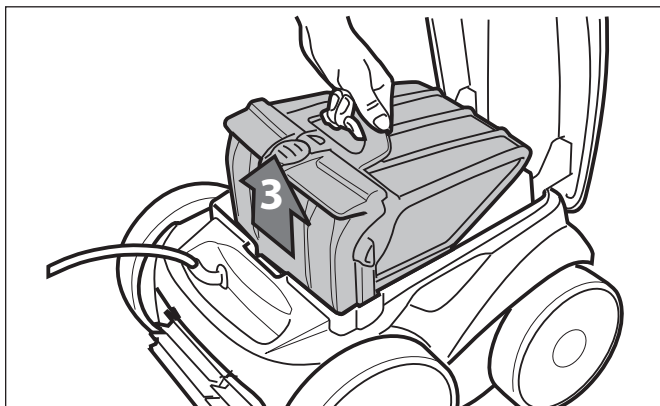

Figura 21. Retire el montaje de filtro
6. Retire el montaje del filtro del cuerpo (3), como se muestra en la Figura 21.